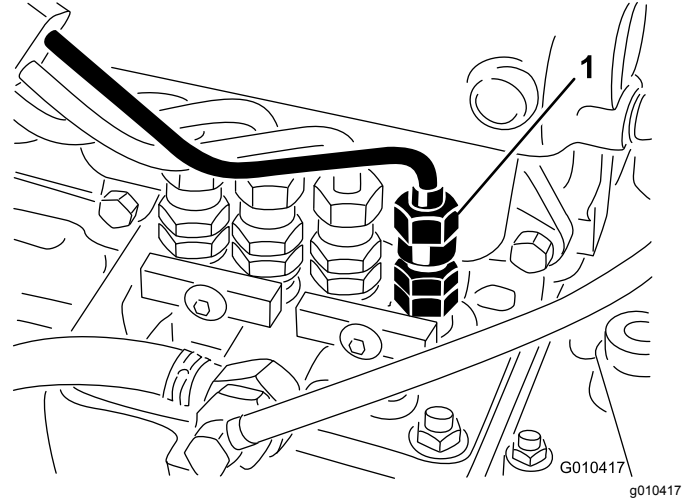

Bild 35
1. Lockern Sie den Leitungsanschluss an der Injektordüsen- und Halterungsgruppe Nr. 1 an der Einspritzpumpe (Bild 35).